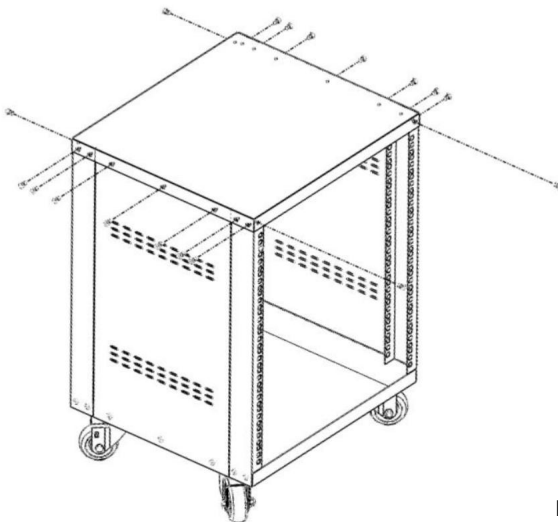

Figure 4
4. Placez le panneau supérieur sur le dessus du rack, alignez le panneau supérieur avec le support d'angle et le panneau latéral, fixez-le avec 18 vis à tête cruciforme M5 à l'aide d'un tournevis électrique. Voir la figure 4.